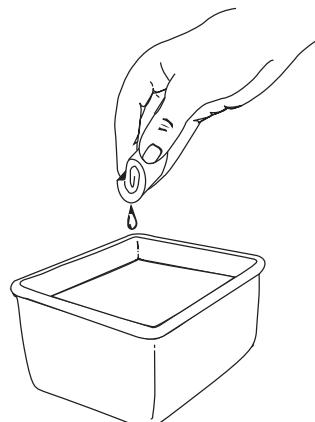

Fig. 23
- Lavez le filtre avec un détergent et de l'eau (Fig. 23). Rincez-le consciencieusement. Egouttez-le. Laissez-le sécher complètement.